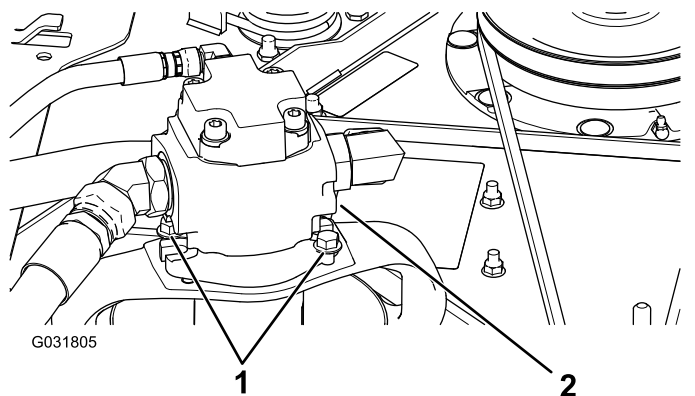

Рисунок 128
5. Выверните болты крепления гидромотора к деке газонокосилки (Рисунок 128).
3. Выверните болты крепления гидромотора к деке газонокосилки (Рисунок 128).